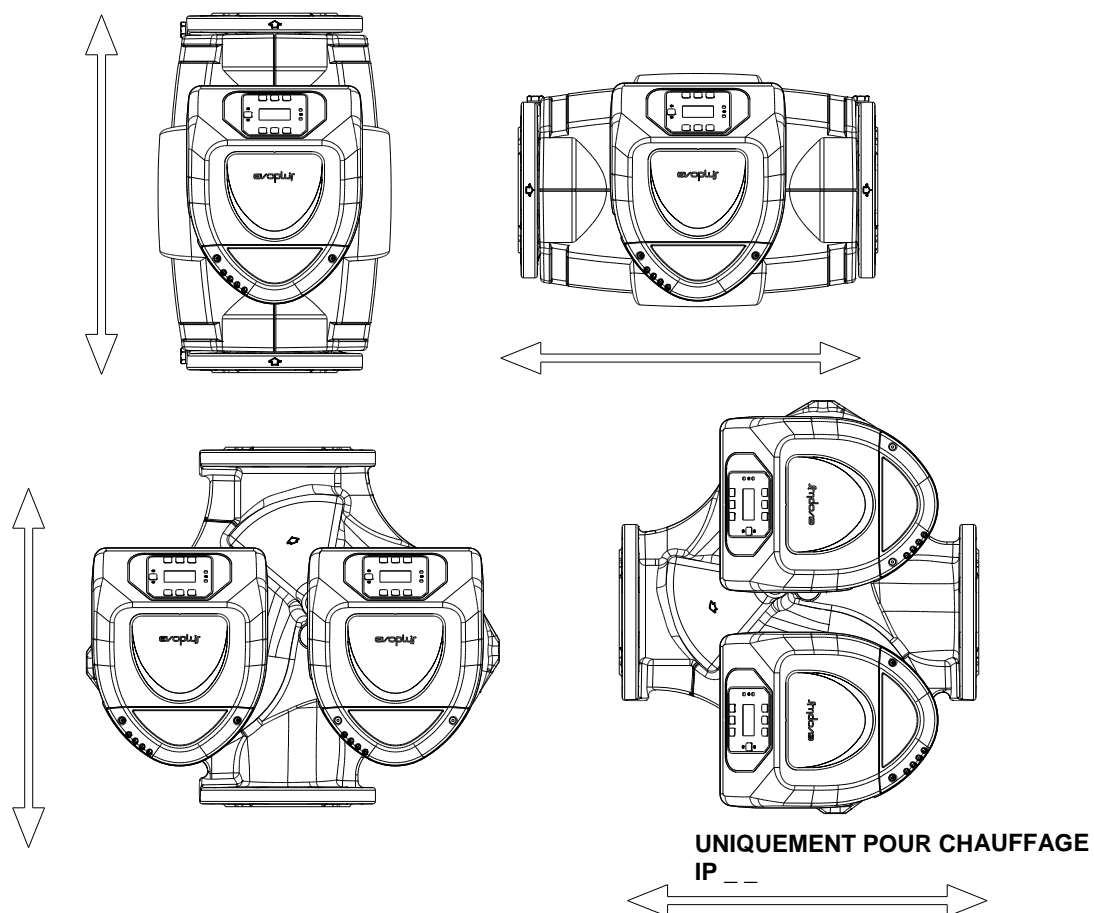

Figure 1: Position de montage
**Monter le circulateur EVOPLUS toujours avec l'arbre moteur en position horizontale. Monter le dispositif de contrôle électronique en position verticale (voir Figure 1)**